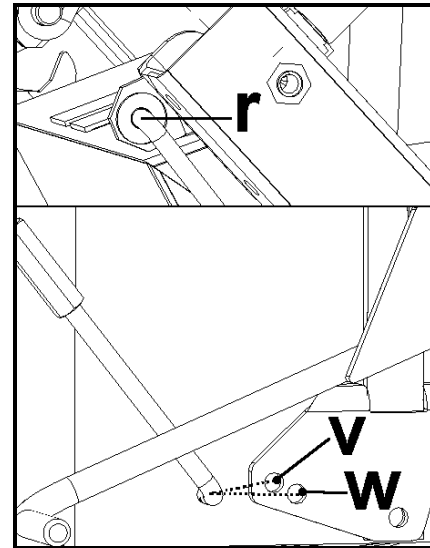

Abb. 3b
8. Die Betätigungszugstange des Fahrwerkes **(f)** verfügt über eine Länge, die für den Betätigungsholm in oberer Stellung (d.h. hintere Schraube **(b)** in unterer Bohrung) eingestellt ist. Für diese Holmstellung das untere Zugstangenende (mit Gewinde) in hintere Bohrung der Achsenkonsole **(v - Abb. 3b)** und das obere Zugstangenende in Bohrung des Betätigungshebels des Fahrwerkes **(r - Abb. 3b)** einschieben. Bei der Holmeinstellung für kleinere Körpergrößen (d.h. hintere Schraube **(b)** in oberer Bohrung) die Zugstangenlänge in Gewindeverbindung um 7 Drehungen verkürzen und das untere Zugstangenende in vordere Bohrung der Achsenkonsole **(w - Abb. 3b)** und das obere Zugstangenende in Bohrung des Betätigungshebels des Fahrwerkes **(r - Abb. 3b)** einschieben.